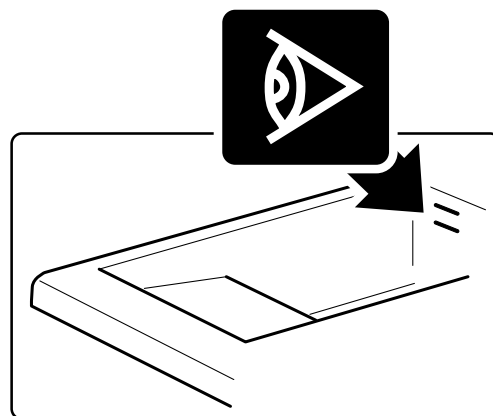

Fig. 5 Niveau maximum/minimum de remplissage cuve
- Toujours contrôler que le niveau de l'huile est compris entre le **niveau maximal** et le **niveau minimal** (indiqué au moyen des encoches en relief dans la partie interne de la cuve, voir *Fig. 5 Niveau maximum/minimum de remplissage cuve*).
**Toujours contrôler que le niveau de l'huile est compris entre celui maximal et minimal, indiqué au moyen des encoches en relief dans la partie interne de la cuve (Voir Fig. 5 Niveau maximum/minimum de remplissage cuve).**